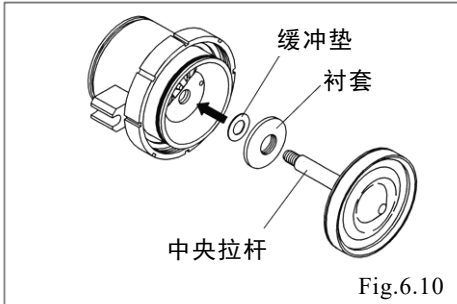

Fig.6.10
- 将衬套和缓冲垫安装至隔膜和中央拉杆后, 插入本体。(Fig.6.10)